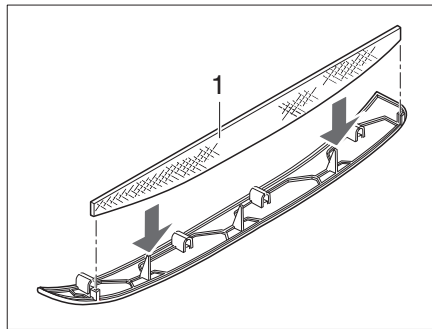
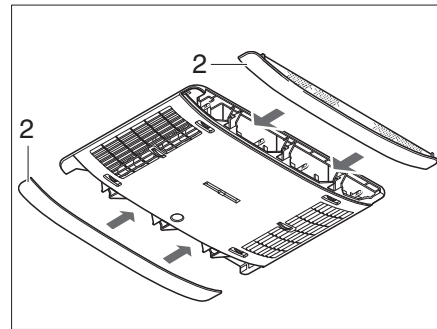

Fig. 166 Filtre à peluches de la climatisation
Fig. 167 Panneaux de la climatisation
Dans les panneaux latéraux (Fig. 167,2) se trouvent deux filtres à peluches. Les filtres à peluches doivent être nettoyés, et si nécessaire remplacés, à intervalles réguliers, au moins cependant tous les 6 mois.
- Enlever le panneau (Fig. 167,2) du distributeur d'air et nettoyer ou, si nécessaire, remplacer le filtre à peluches (Fig. 166,1).